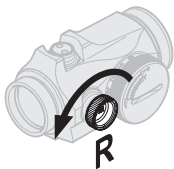

Fig. 4 Ajustes de deriva
e. Ajustes de la deriva (consulte la Fig. 4)
- Para mover el punto de impacto hacia la derecha, gire el tornillo de ajuste de la deriva (5) hacia la izquierda.
- Para mover el punto de impacto hacia la izquierda, gire el tornillo de ajuste de la deriva (5) hacia la derecha.